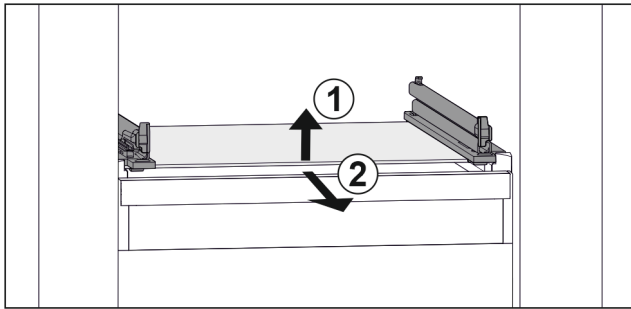

Fig. 45 Voorbeeldweergave van glasplaat
- ▶ Glasplaat aan de voorkant optillen. Fig. 45 (1)
- ▶ Glasplaat naar voren toe verwijderen. Fig. 45 (2)